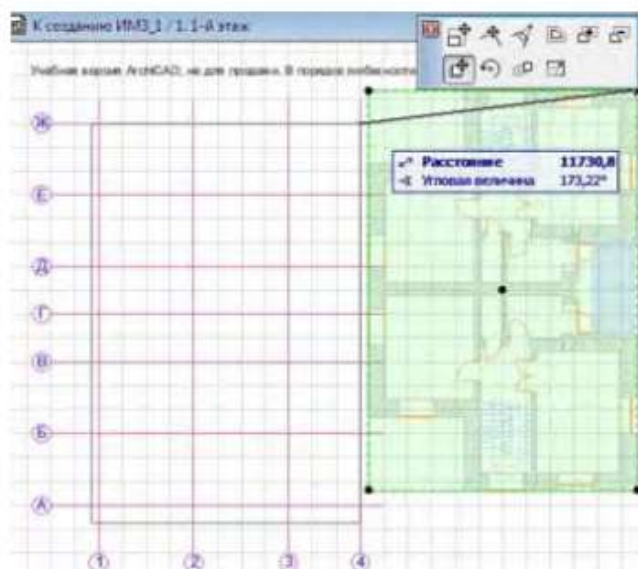

Рисунок 7.9
7. В области **Вертикальные линии сетки** (рисунок 7.9) укажите свои размеры между вертикальными линиями сетки (в данном примере это 0; 4000; 4000; 3000).